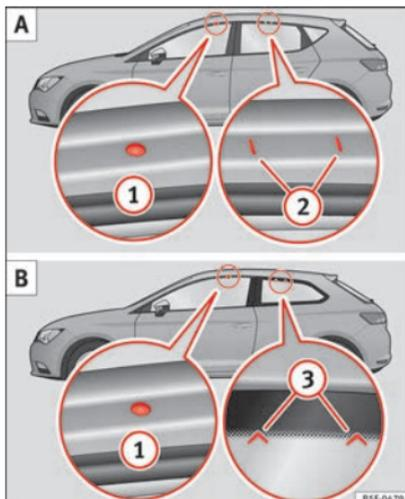

Fig. 138 Leon/Leon SC: puntos de fijación de las barras longitudinales para el portaequipajes del techo.
Los puntos de fijación delanteros y traseros ① y ② sólo pueden verse con las puertas abiertas » **fig. 138 A.**
Los puntos de fijación delanteros ① sólo pueden verse con las puertas abiertas. Los puntos de fijación traseros ③ están marcados en el borde superior del cristal lateral con puntas de flecha » **fig. 138 B.**